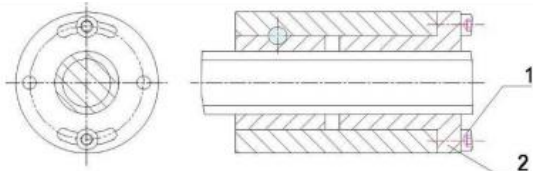

Рис.13
Слишком большой зазор между винтом и гайкой влияет на точность механической обработки. Ослабьте винт (1) Рис.13, отрегулируйте гайку (2) до тех пор, пока не будет ощущаться небольшое сопротивление при перемещении стола, люфт должен быть не больше 1/10 цены деления нониуса, затем затяните винт (1).